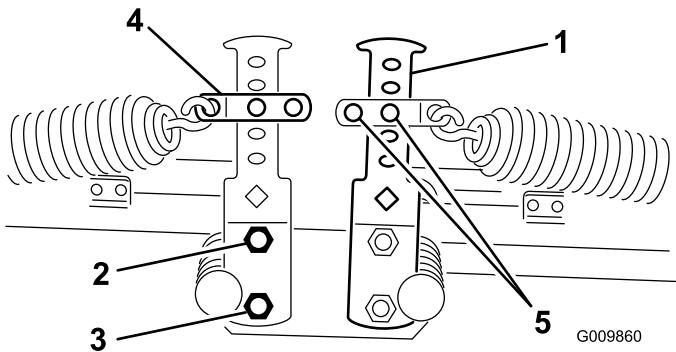
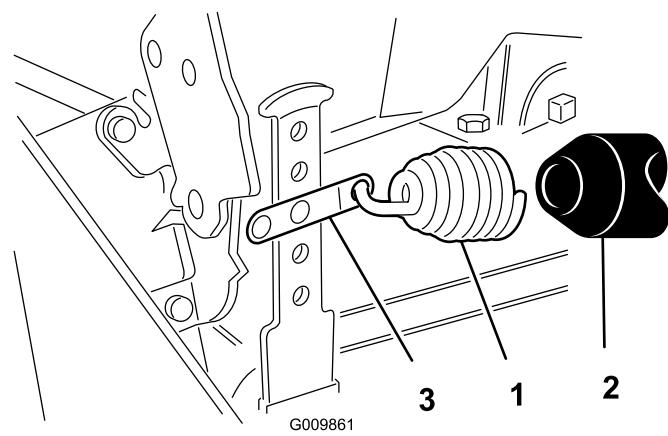

Figura 12
Figura 13
2. Fije el otro extremo del muelle en el taladro apropiado (ver a continuación) de los brazos de contrapeso delantero y trasero (Figura 12 y Figura 13) con el grillete, el pasador y la chaveta.
4. Sujete el extremo inferior del brazo de contrapeso al bastidor con el perno y la tuerca que retiró anteriormente. Apriete el perno superior (Figura 12).